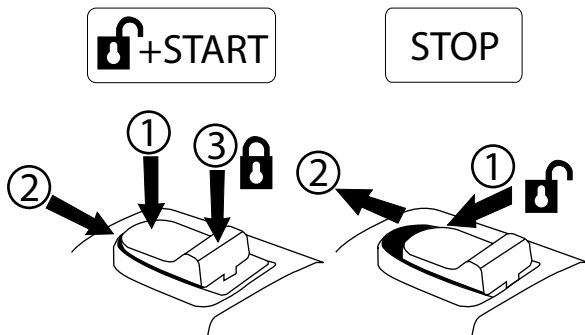

Рисунок 4 – Выключатель
- Нажмите на клавишу выключателя и сдвиньте ее в направлении шлифовального диска (как показано на рис. 4 слева)
- Зафиксируйте ее для продолжительной работы, нажав на выступ (стрелка 3 на рис. 4 слева)
- Чтобы выключить инструмент, нажмите на клавишу выключения в месте, указанном стрелкой 1 (рис. 4 справа) и переместите выключатель в направлении от шлифовального диска.